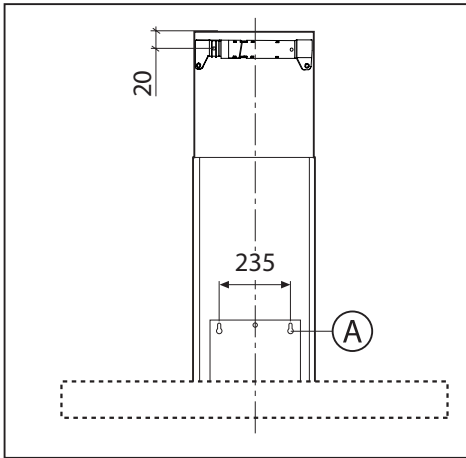
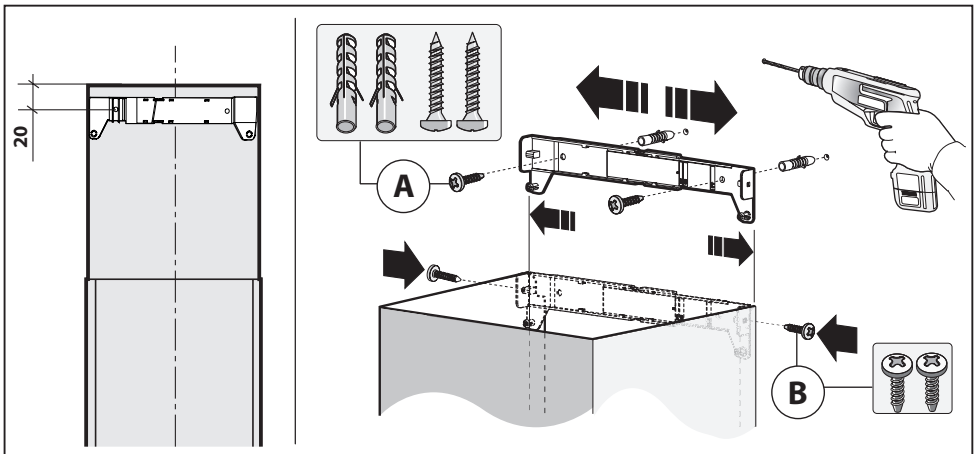

Fig.2
Fig.4
-Eseguire i fori **A** rispettando le quote indicate (Fig.2).
-Regolare la larghezza della staffa di supporto del camino decorativo superiore (Fig.4).
-Successivamente fissarla al muro in modo che sia in asse con la vostra cappa tramite le viti **A** (Fig.4) e rispettando la distanza dal soffitto indicata in Fig.2.